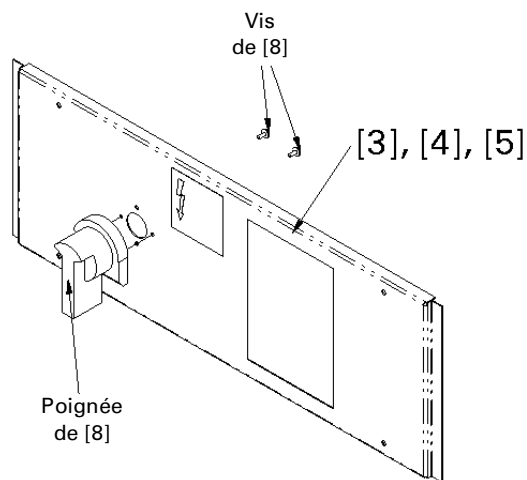

Figure 11. Poignée du sectionneur installée sur le couvercle.
7. Installer la poignée du sectionneur. Monter la poignée du sectionneur tel qu'illustré à la Figure 11. La base de la poignée doit être orientée de manière à ce que l'indicateur OFF soit sur le haut et que l'indicateur ON soit à la droite. La poignée doit pointer vers le bas. La sélection du couvercle ([3], [4], ou [5]) dépend de la largeur du panneau ou du tableau de contrôle.